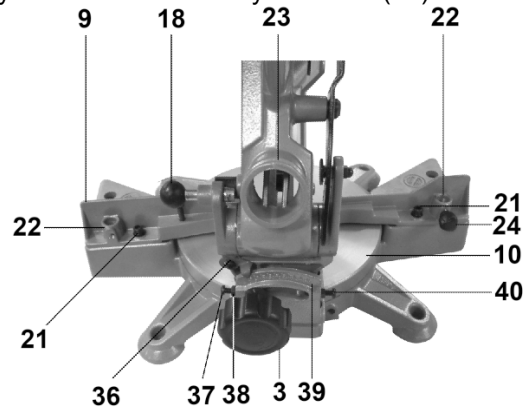

Рис.11
11.1. Регулировка угла наклона пиления 90°, Рис. 11,13
11.3 Регулировка угла 90° при пилении торцов, Рис.11.